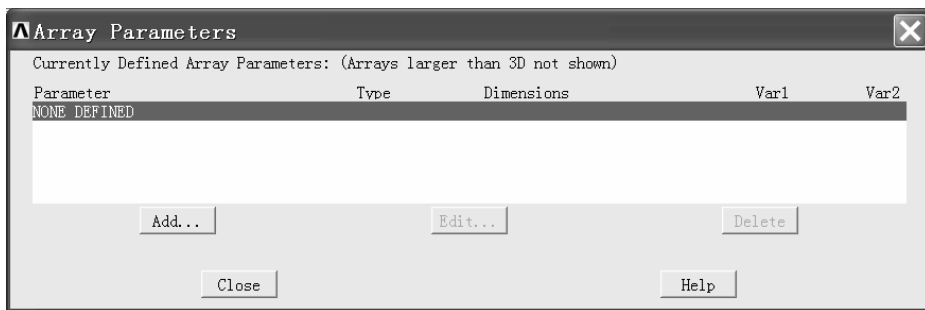

图 10-29 “Array Parameters”窗口
(1) 依次选择 Utility Menu>Parameters>Array Parameters>Define/Edit ...，弹出“Array Parameters”窗口（见图 10-29）。